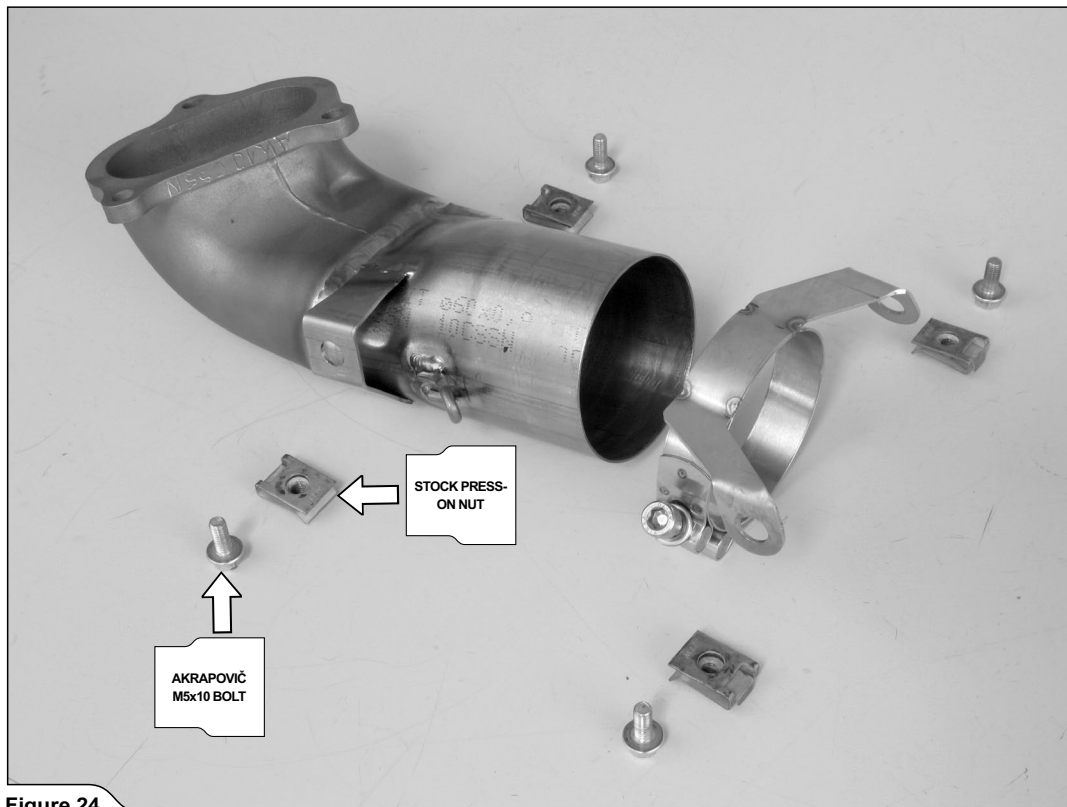

Figure 24
1. オリジナルの圧入ナットと Akrapovič 取り付けキットに付属のクランプとボルトを使用して、オリジナルのヒートガードをフロントマニホールドパイプに取り付けます。スプリングを図に示されているように取り付けます (図 24、25)。